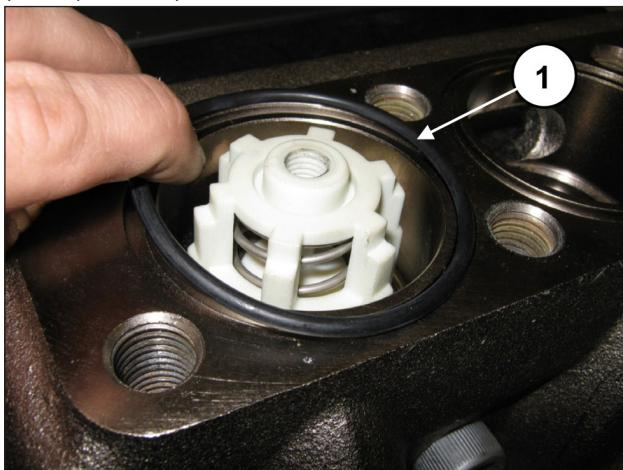

Abb. 160
Setzen Sie den frontseitigen O-Ring an den Druckventilen ein (Pos. ①, Abb. 160).